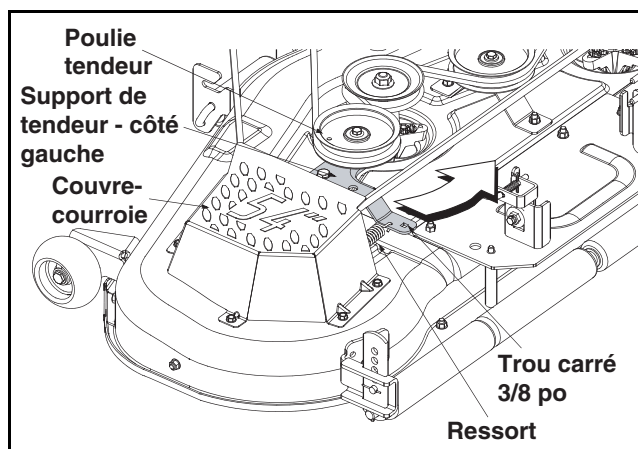

Figure 24
- Insérez une clé à cliquet de 3/8 po (pour desserrer) dans le trou carré qui se trouve sur le support de la poulie de tension, sur la gauche du plateau de coupe. Voir la Figure 24.